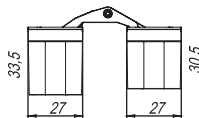

рис. 2
- Габаритные размеры в открытом положении петли (рис. 2):
- Вертикальная регулировка (Z) +/- 2 мм;
- Горизонтальная регулировка (X) +3/-2 мм;
- Регулировка по глубине (Y) +/- 1 мм;